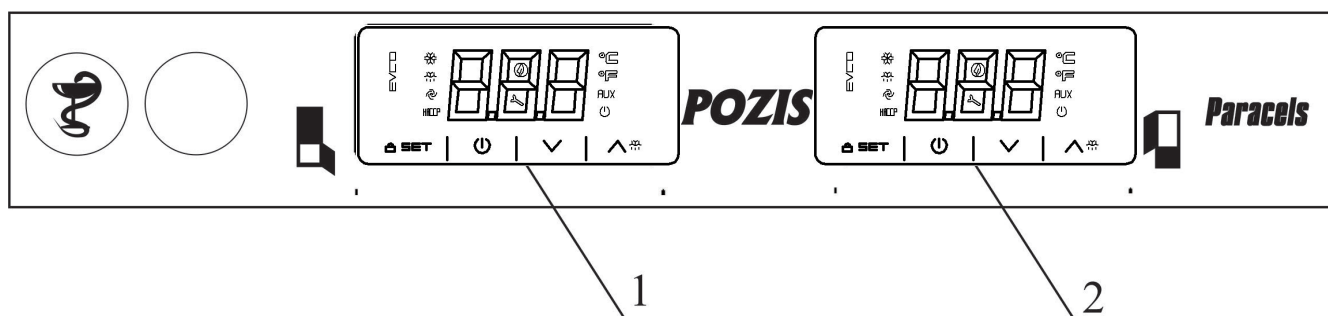

Рис.2 Схема расположения приборов управления
7.2.1 Контроллеры EV3B22 обеспечивают: поддержание температурного режима в холодильной и морозильной камерах, индикацию температуры, включение звуковой сигнализации при выходе температур в камерах за установленные пределы. Датчики температур EV3B22 размещаются внутри камер холодильника. Органы управления выведены на панель управления холодильника (рис.2):